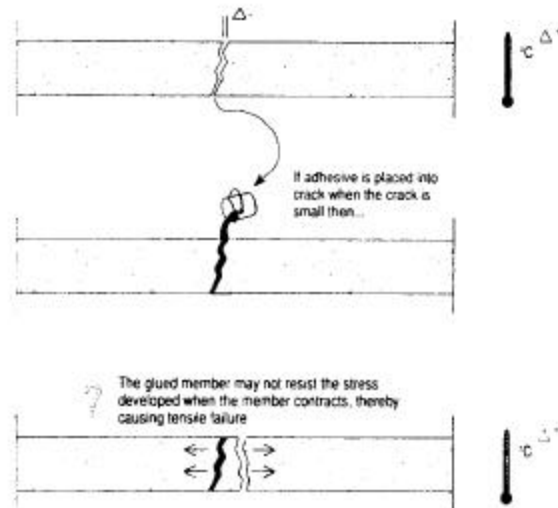

Fig 3.73 - Rupture d'un élément suite au colmatage d'une fissure active à l'aide d'un produit de réparation trop rigide.
- ° On doit donc utiliser un matériau de remplissage suffisamment **souple** pour permettre le mouvement et éviter la rupture de l'élément en un autre endroit (Fig 3.73).